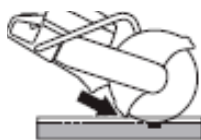

Рис. 29
- Защитный кожух для режущего оборудования должен быть отрегулирован таким образом, чтобы задняя часть находилась на одном уровне с обрабатываемой деталью (рис. 29). Брызги и искры от разрезаемого материала затем собираются защитным устройством и отводятся от пользователя.